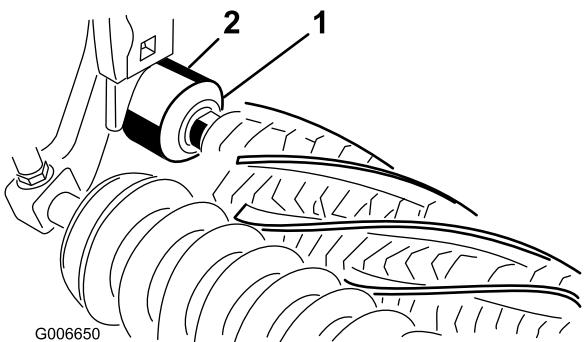

図 12
24. 各エクスクルーダ・シールのリップがそれぞれのベアリング・ハウジングに軽く接触すること（図 12）。